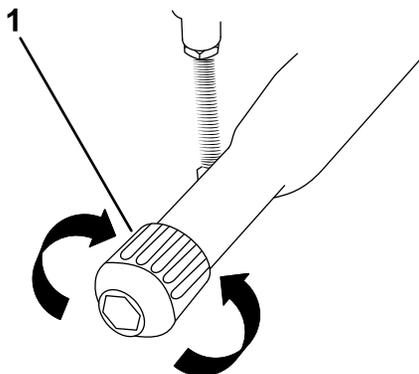

Figure 29
- **Serrage du frein de stationnement :** (Figure 29).
4. Tournez le bouton du frein de stationnement **dans le sens horaire** (Figure 29).
- **Desserrage du frein de stationnement :** (Figure 29).
4. Tournez le bouton du frein de stationnement **dans le sens antihoraire** (Figure 29).